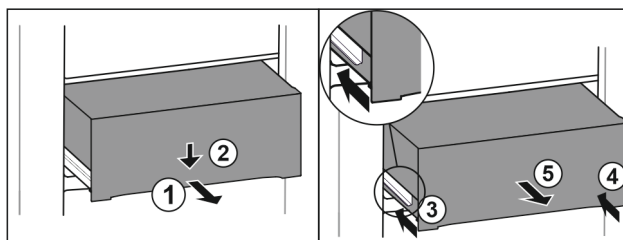

Fig. 103
- Træk skuffen halvt ud. Fig. 103 (1)
- Tryk skuffen ned på forsiden. Fig. 103 (2)
- Skub venstre skinne ca. 2 cm ind. Fig. 103 (3)
- Skub højre skinne ca. 2 cm ind. Fig. 103 (4)
- Tag skuffen ud fremefter. Fig. 103 (5)